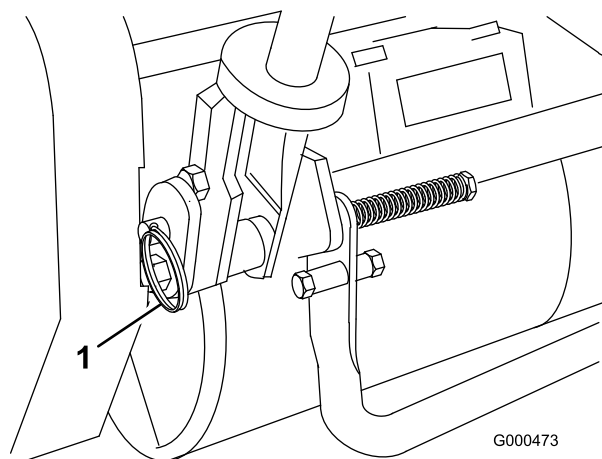

Figura 6
1. Togliete le coppiglie dai perni ad anello situati ai lati del tosaerba (Figura 6).
2. Sostenete la stegola e togliete i perni ad anello da ciascun lato, quindi alzate o abbassate la stegola nella posizione di servizio opportuna (Figura 6).